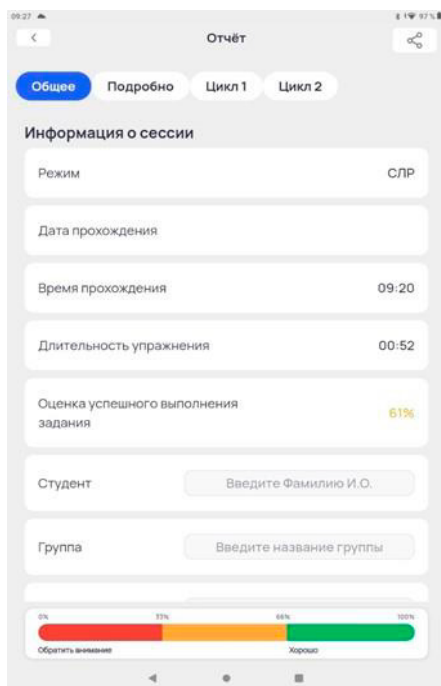
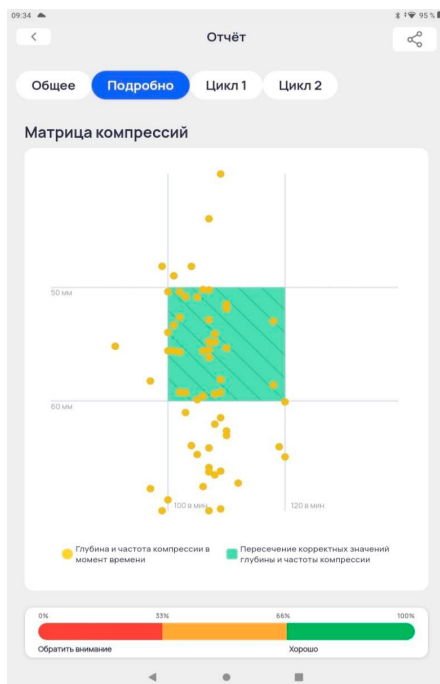

Рис. 3.13 Раздел «Отчет». Вкладка «Общее»
Рис. 3.16 Вкладка «Подробно». Матрица компрессий
- Вкладка «Общее» включает основную информацию о прохождении упражнения, поля для заполнения данных при формировании (Рис. 3.13), диаграмму результативности СЛР (Рис. 3.14) и матрицу компрессий (Рис. 3.16).